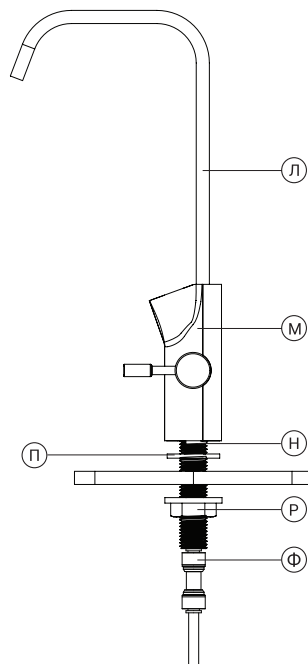

Рис. 12
2. Произведите монтаж крана (рис. 12) в следующей последовательности:
5. Свободный конец синей трубки 1/4", идущей от выхода постфильтра, подключите к фитингу 1/4" (Ф) (рис. 12) из комплекта поставки (см. раздел «Присоединение трубок» (стр. 9)).
6. Фитинг 1/4" вместе с установленной в него трубкой подключите к штоку крана чистой воды (см. раздел «Присоединение трубок» (стр. 9) и рис. 12).